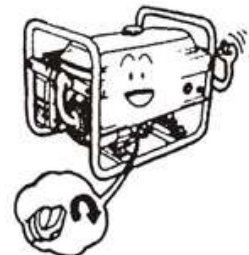

Рис. 11
3.1.3 Якщо рівень масла нижче нижньої граничної позначки щупу, долийте масла до рівня верхньої позначки щупу (Рис. 11).